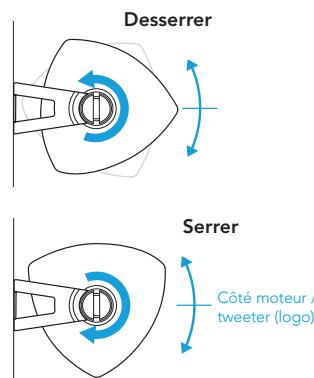

Figure 6
- Une fois l'enceinte montée, les boutons de verrouillage du support peuvent être desserrés pour « orienter » l'enceinte, puis serrés à la main pour maintenir l'enceinte correctement inclinée (voir Figure 6).